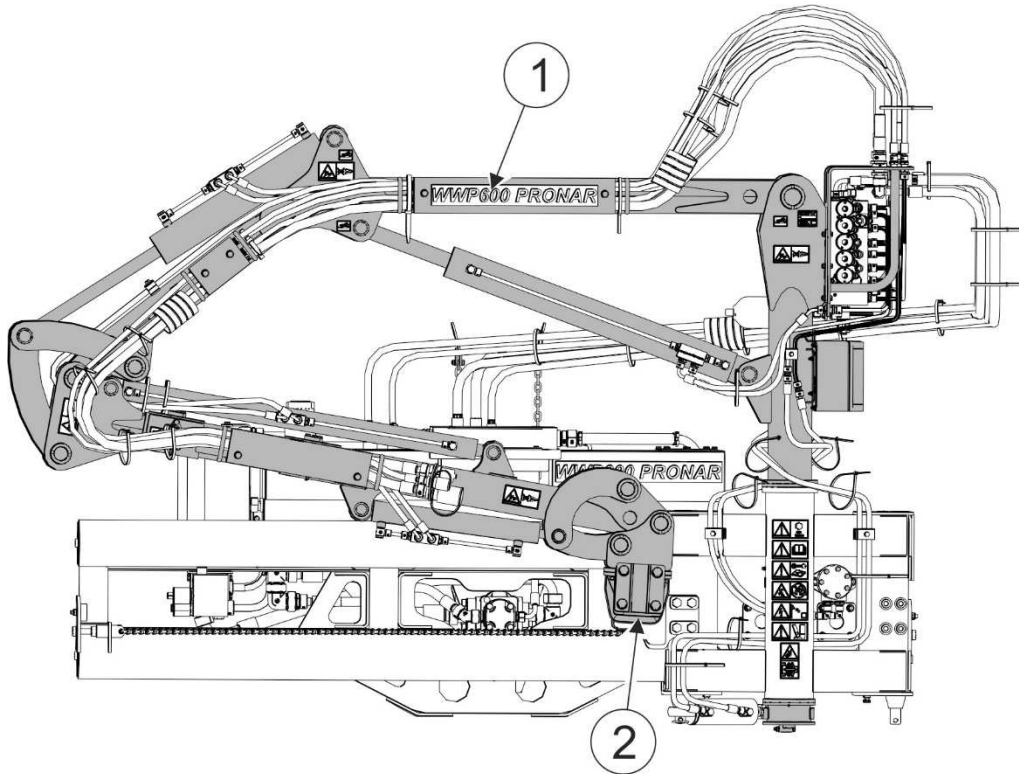
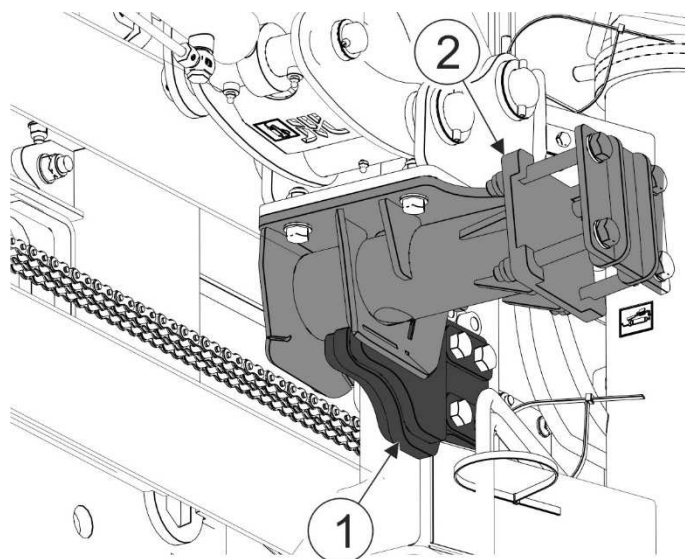

ABBILDUNG 4.3 Transportposition
ABBILDUNG 4.4 Befestigung des Anschlusses des Arbeitskopfes an der
Für den Transport und für die Rückfahrt die Arme des Auslegers in Transportposition bringen (ABBILDUNG 4.3). In dieser Position ist der Anschluss des Arbeitskopfes (2) an der Kupplung des Arbeitskopfes (1) befestigt (ABBILDUNG 4.4).